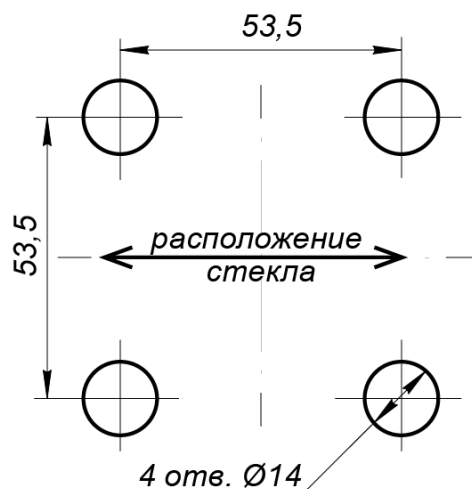

Рисунок 3. Схема разметки отверстий для крепления мини-стойки¹
2. От центров разметьте по 4 точки крепления фланцев к установочной поверхности, как показано на рис. 3, в данных точках выполните отверстия под анкеры. Вставьте анкеры на всю глубину подготовленных отверстий.